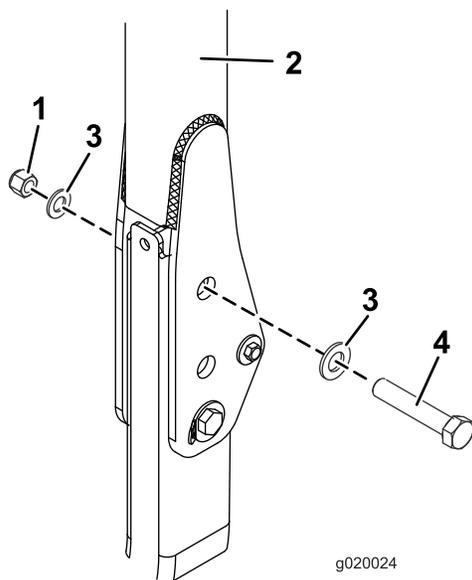

図 27
3. 図 27 に示すように、ワッシャ 13/16 x 1 1/2" を各ボルト 3/4 x 4" に組み付ける。
4. ピンを抜いた穴に、ボルトとワッシャを取りつける図 27。
5. 図 27 のように各ボルトにもう1枚のワッシャを入れ、ナット $\frac{3}{4}$ "で固定する。各ナットを  $323\text{-}396 \text{ N}\cdot\text{m}$   $33\text{-}40 \text{ kg}\cdot\text{m} = 238\text{-}292 \text{ ft}\cdot\text{lb}$  にトルク締めする。
6. ROPS のピボットボルト 図 27 をトルク締めする  $91\text{-}113 \text{ N}\cdot\text{m}$   $9.3\text{-}11.5 \text{ kg}\cdot\text{m} = 67\text{-}83 \text{ ft}\cdot\text{lb}$ 。これはサンシェードの重みでROPSが揺れるのを防止するためである。